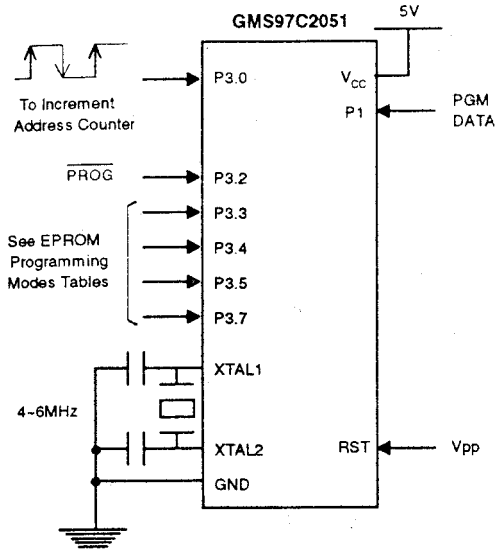
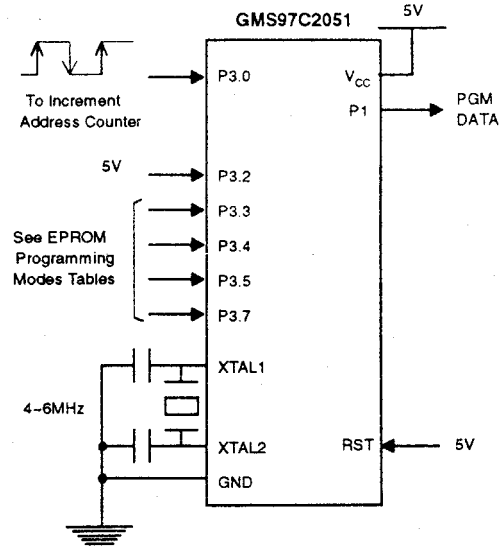
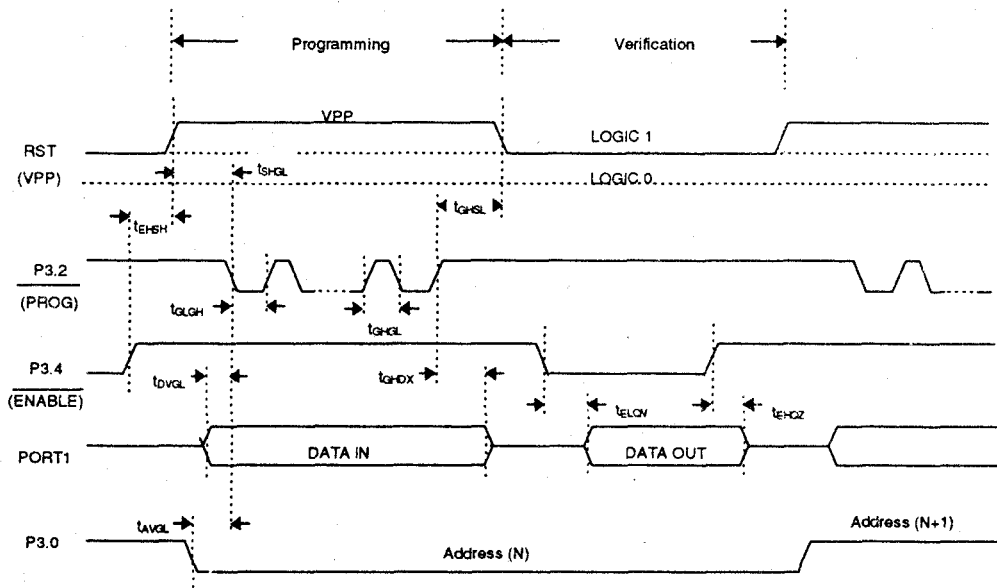
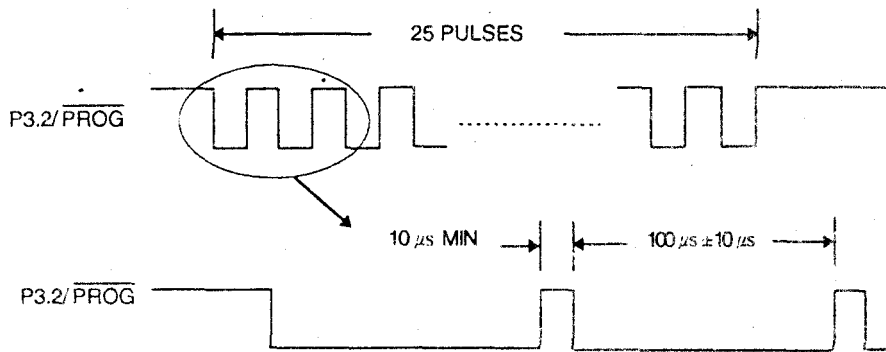

图5 编程EPROM存储器
图6 校验EPROM存储器
图7 EPROM编程和校准时序图
图8 编程波形图
冲编程的电路接法和波形示于图5和图8。图6表示用于正常程序存储器校验的电路接法。
6) 如图8中所示将P3.2 (PROG) 加25个负脉冲。每个编程脉冲的低电平为100 μs (±10 μs) 而高电平最小为10 μs。
EPROM编程和特性表见表11，时序、波形图见图7和图8。